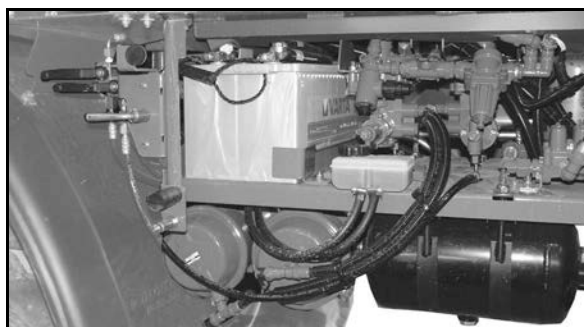

Bild 170
1. Ställ en uppsamlingsbehållare und låsskruven (Bild 170/1).